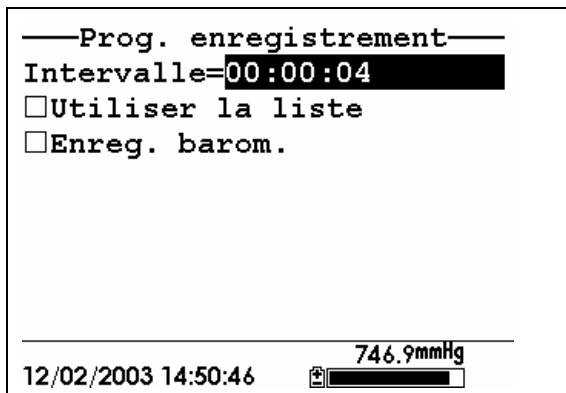

Figure 9.2 Ecran paramétrage d'enregistrement
2. Utilisez les touches à flèches pour positionner le curseur sur le choix **Enregistrer le baromètre**. Reportez vous à la Figure 9.2 Ecran paramétrage d'enregistrement.